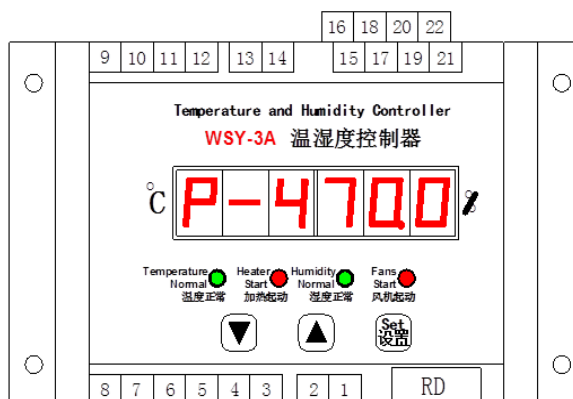

图4
- 继续按下设置键，左侧三位数码管闪烁显示P-4，表示是湿度上限设置值，右侧三位数码管为数值位，设置范围0-99，通过“^”、“V”进行设置（见图4）。